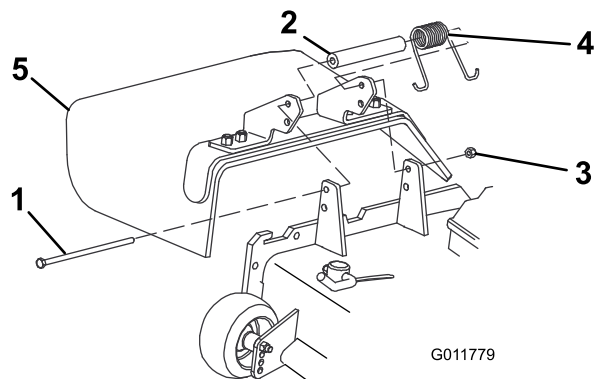

Figura 2
2. Togliete il dado di bloccaggio, il bullone, la molla e il distanziale che fissano il deflettore alle staffe orientabili del tosaerba (Figura 2). Rimuovete il deflettore dell'erba.